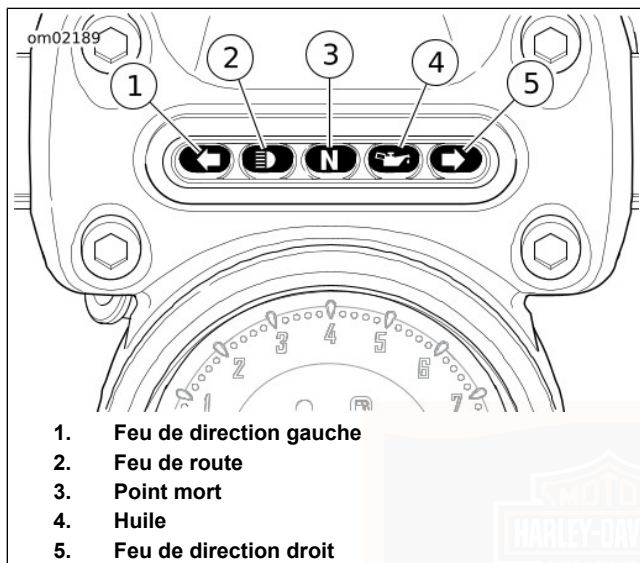

Figure 13. Indicateurs lumineux
Voir Figure 13. Le voyant de feu de route (2) est allumé lorsque le commutateur de feu de route ou d'appel de phare est activé. Se référer au Tableau 19.
Voir Figure 13. Le voyant de point mort (3) est allumé lorsque la boîte de vitesse est au point mort. Se référer au Tableau 19.
Voir Figure 13. Le voyant de pression d'huile (4) est allumé lorsque l'huile qui circule dans le moteur est insuffisante. Se référer au Tableau 19.
Voir Figure 13. Les voyants de feu de direction (1, 5) clignotent lorsqu'un feu de direction est activé. Lorsque les feux de détresse fonctionnent, les deux voyants de feux de direction clignotent simultanément. Se référer au Tableau 19.